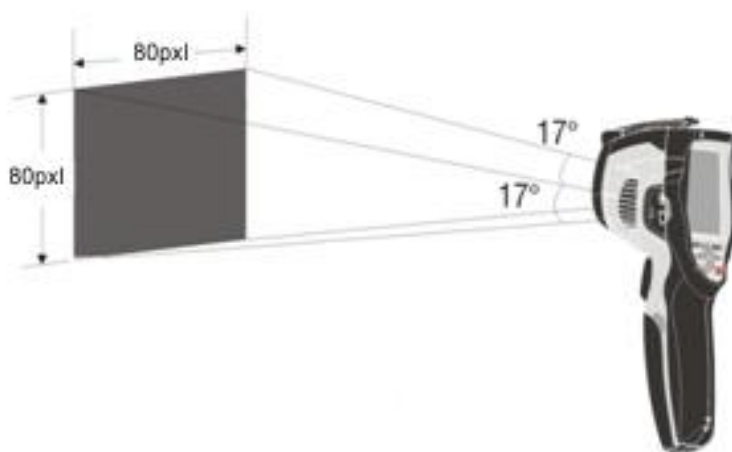

Fig. 35: Rappresentazione del campo visivo (FOV) dello strumento (THT45, THT45W)
4. Per misure accurate di temperatura assicurarsi che la superficie dell’oggetto in prova sia sempre maggiore della superficie effettivamente misurabile dallo strumento espressa dal suo campo visivo (FOV = Field Of View). Lo strumento ha un campo visivo pari a 17° x 17° e un vettore di rilevazione di 80x80 (6400) pxl (vedere Fig. 35) (THT45, THT45W) oppure 160x120 (19200)pxl (THT46)